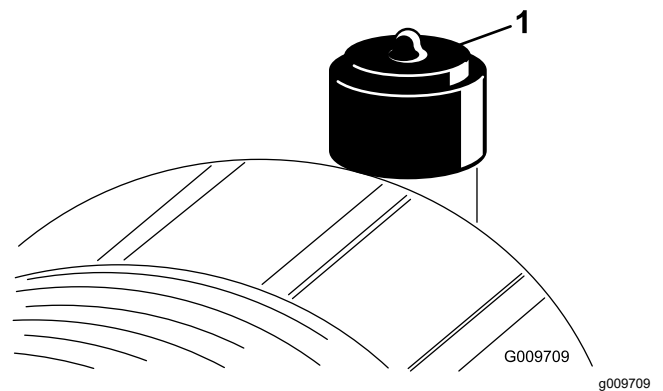

图 42
仅在维修指示灯 (图 42) 要求时才维修空气滤清器滤芯。如果是在必须更换之前才更换空气滤清器只会增加灰尘在滤清器拆下时进入发动机的几率。
2. 如果指示灯显示为红色请重设 (图 42)。